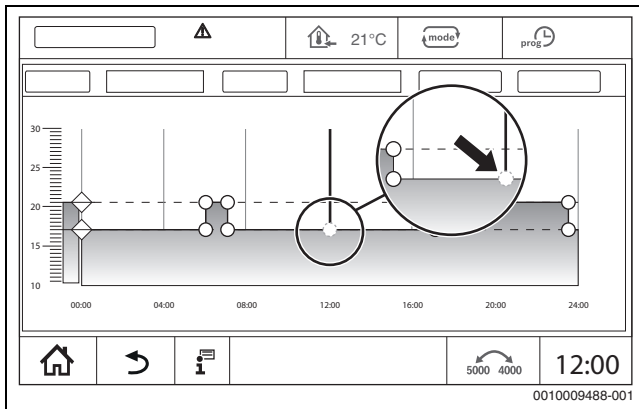

Bild 27 Schaltpunkt einfügen
- ▶ Schaltpunkt (→ Bild 27, Seite 25) antippen und auf die Temperaturlinie des Absenkbetriebs ziehen.